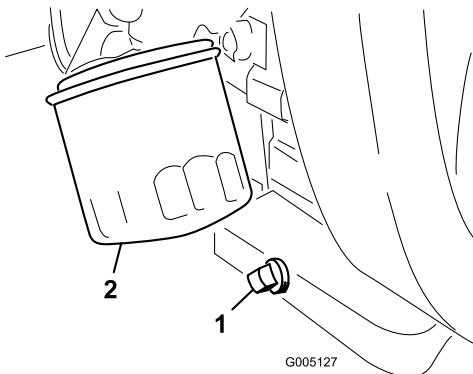

Bild 34
- Entfernen Sie die Ablassschraube (Bild 34) und lassen das Öl in ein Auffanggefäß ab. Schrauben Sie die Ablassschraube wieder ein, nachdem das Öl abgelaufen ist.
- Entfernen Sie den Ölfilter (Bild 34). Ölen Sie die neue Dichtung am Ölfilter leicht mit frischem Öl ein.